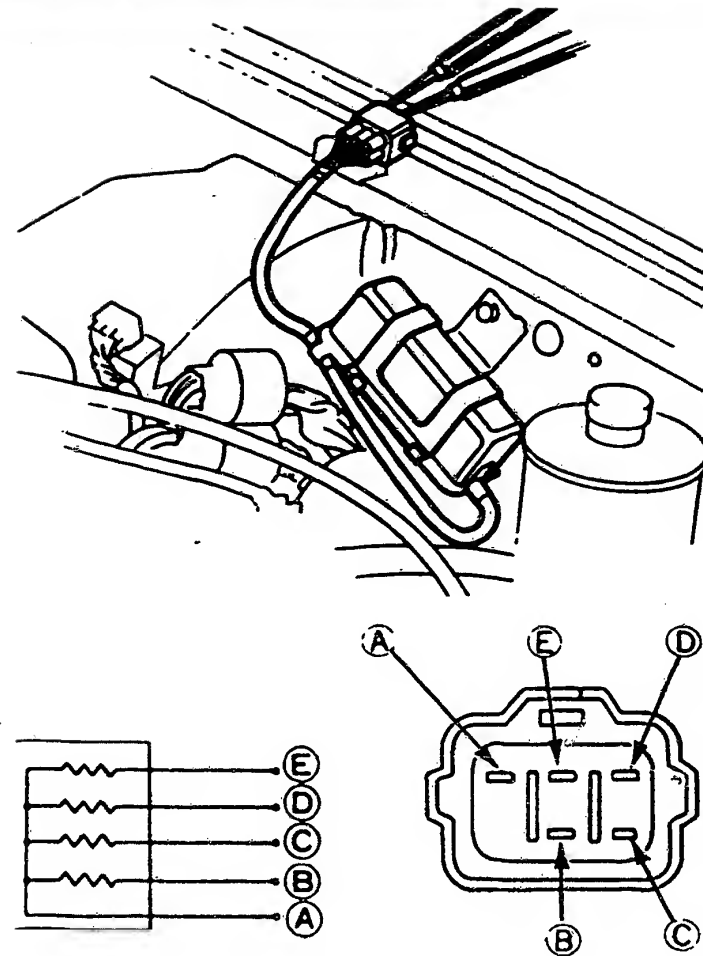

Bild 14 Das Messen der Vorwiderstände der Einspritzventile.
g) Die Steckverbindungen der Vorwiderstände befinden sich beim linken Radkasten auf der Höhe der Radachse. Der Widerstand zwischen A (Bild 14) und allen anderen Anschlüssen muss 5...7Ω betragen.